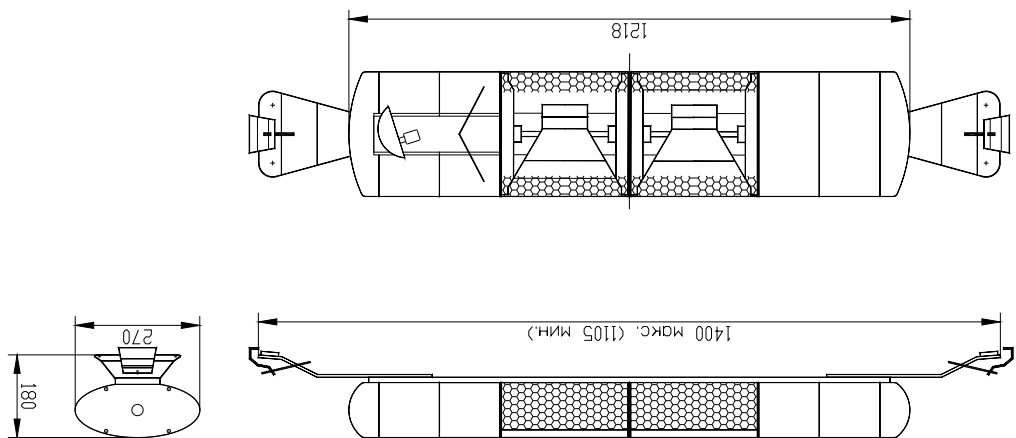

Рис.7 САП-2-Extra
1.2 САП имеют модификации, отличающиеся мощностью и типами световых сигналов (См. Рис.1 - Рис.7).